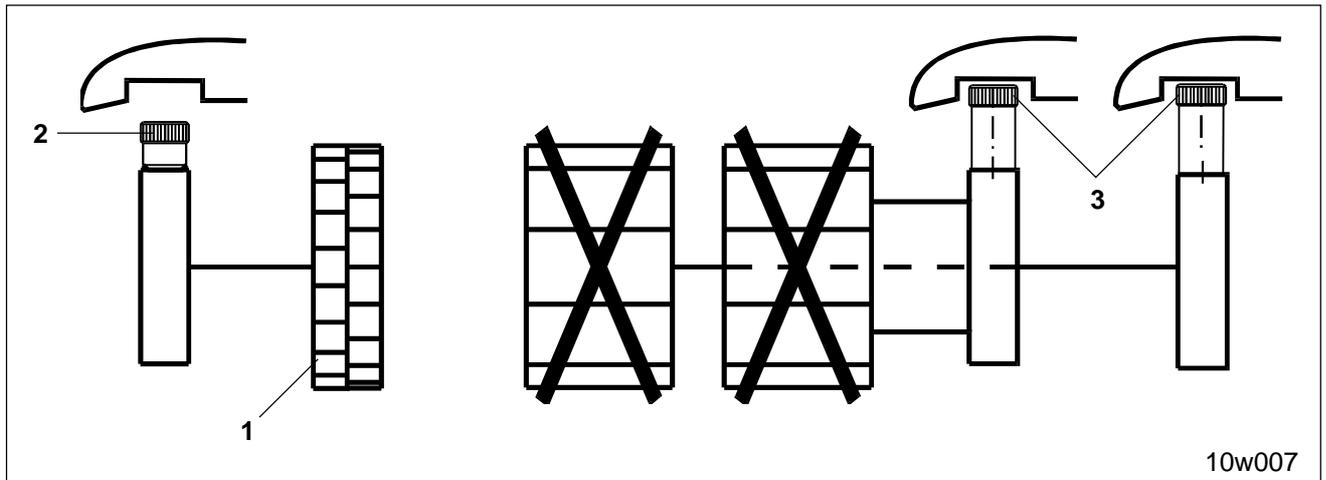

Fig. 11.6
Zur Aussaat mit dem Feinsärad (Fig. 11.6/1)
- Rändelschraube (Fig. 11.6/2) des Feinsärades einschrauben
- Rändelschrauben (Fig. 11.6/3) beider Hauptsäradler herausdrehen.